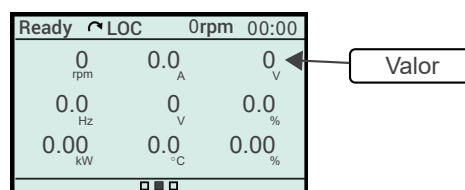

Figura 8.14: Visualização em Slot
- **Slot:** A tela da HMI é dividida em 9 partes, cada parte é chamada de Slot o qual permite a exibição de variáveis de leitura no formato **valor**. Na Figura 8.14 na página 8-6 é possível visualizar um exemplo de exibição.